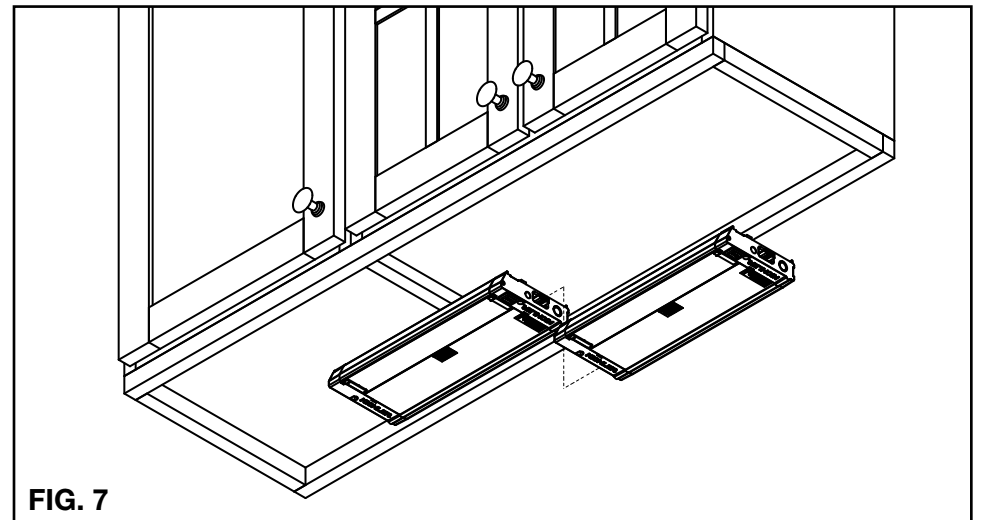

FIG. 7
- Aligner le connecteur à l'extrémité du nouveau luminaire avec un connecteur à l'extrémité du luminaire existant. (voir FIG. 7)